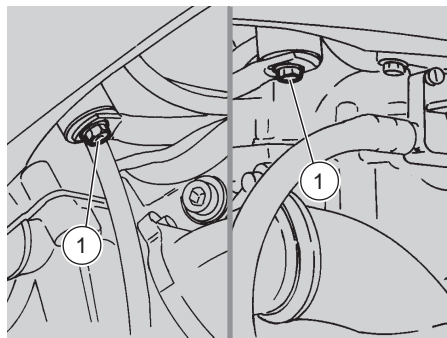

Fig. 37
- ◆ Togliere le 2 viti (1 Fig. 37) poste sotto il serbatoio.